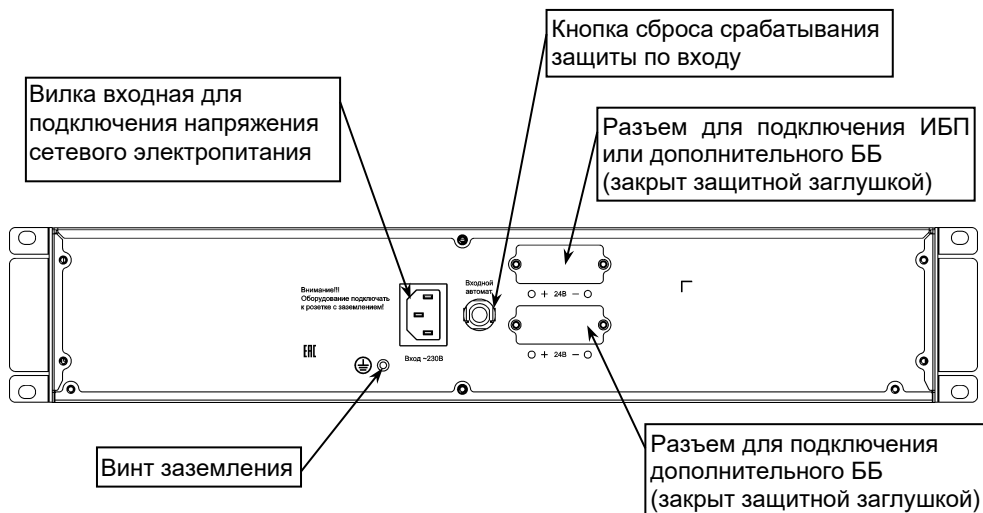

Рисунок 2 – Общий вид задней панели ББ
(срабатывание защиты происходит при превышении уровня входного тока выше допустимого), разъемы для подключения (закрыты защитными заглушками) и винт заземления (см. рисунок 2).
- разместите ББ на полке или направляющих шкафа или стойки и закрепите его на передних стойках. Соедините винт заземления ББ (см. рисунок 2) с контуром заземления шкафа или стойки перемычкой заземления (в комплект поставки не входит);
Подключите ББ к сетевому напряжению через вилку входную «Вход ~ 230В» (см. рисунок 2) и кабель сетевой (входит в комплект поставки).